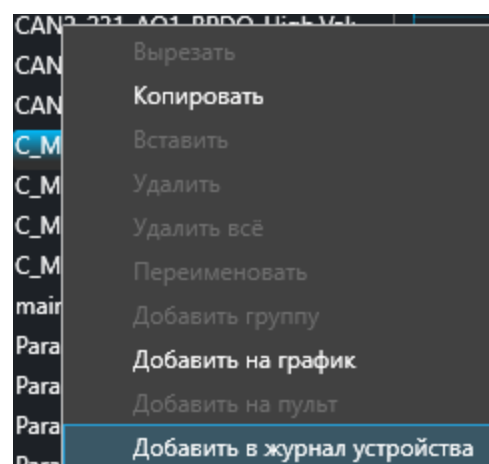

Рис. 60
3. Для добавления параметров в таблицу 1. В дереве или в таблице параметров нажатием правой кнопки “мыши” на выбранный параметр, выбрать команду “Добавить в журнал устройства” (Рис. 60).